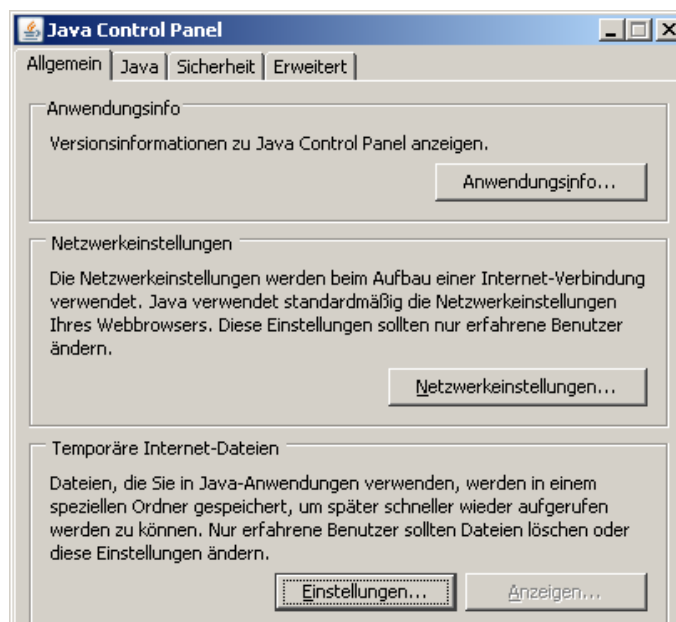

Bild 7: Java Control Panel - Allgemein
- Klicken Sie im Feld **Temporäre Internet Dateien** auf **Einstellungen** (Bild 7).